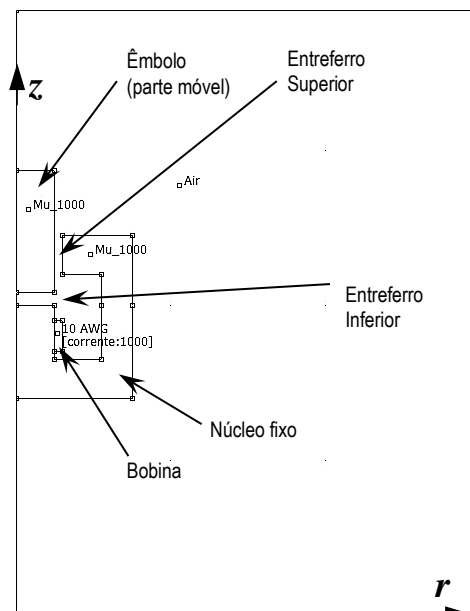

Fig. 1 Solenoide com êmbolo: corte axissimétrico com componentes e materiais.
O objetivo deste trabalho é a determinação da indutância própria e da força magnética desenvolvida por um solenoide cilíndrico com êmbolo através de simulação computacional. A Fig. 1 mostra a geometria desse atuador eletromecânico e representa um corte axissimétrico do mesmo, sendo z o eixo de revolução; r indica a distância radial, a partir do eixo z .
Estão indicadas na Fig. 1 as partes fixa e móvel (êmbolo) da estrutura, ambas constituídas de material ferromagnético, além da bobina de excitação do dispositivo e dos entreferros superior (fixo) e inferior (variável). O êmbolo pode se movimentar apenas na direção axial, z .
A Fig. 1 foi gerada a partir do Modelador Geométrico desse programa. O arquivo de projeto do **FEMM** para esse dispositivo encontra-se disponível no e-DisciplinasUSP, juntamente a este documento: *solenoides_ec2.FEM*.
Além da geometria, a Fig. 1 inclui informações dos materiais que compõem o domínio de estudo: o material ferromagnético do núcleo, μ_{1000} ; material e propriedades da bobina, de fio 10 AWG com $N = 1000$ espiras, pela qual circula corrente de 1,0 A ($NI = 1000$ A). O restante do domínio é composto de ar. As condições de contorno do problema já foram impostas e estão incluídas no arquivo do projeto.
Atenção: as dimensões na Fig. 1 e no arquivo de projeto estão todas em centímetros.
- III. [0,5] Equacionamento algébrico do item 1), comentado, e resultados numéricos para entreferro inferior de 1 mm.
- IV. [1,0] Imagens relevantes das simulações realizadas no item 3) e com entreferro inferior de 5 mm, incluindo (i) a geometria (semelhante à Fig. 1), (ii) a malha de elementos finitos, (iii) as janelas pop-up com os valores da indutância e da força magnética e (iv) a distribuição das linhas de densidade de fluxo magnético. (v) Incluir também distribuição da densidade de fluxo para o entreferro inferior de 1 mm.